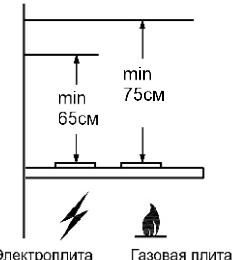

рис. 1
1.2 Вытяжку устанавливайте на высоте, как показано на рис. 1.
4.6 Установливайте кухонную вытяжку над плитой в соответствии с рис. 1.
- разметьте линию установки нижней части вытяжки над плитой (рис. 1);